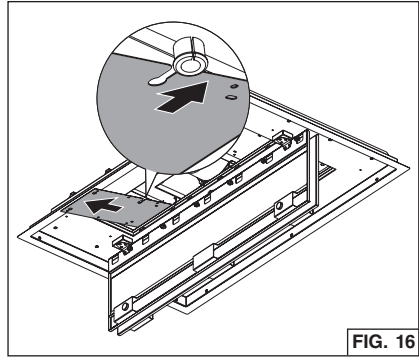

FIG. 16
3. Desde el interior de la habitación, estire hacia abajo los dos paneles de cierre. Fig. 16.
4. Retire (4) tornillos del panel de acceso del compartimiento eléctrico. Deslice el panel hacia un lado para exponer la caja de conexiones eléctricas.